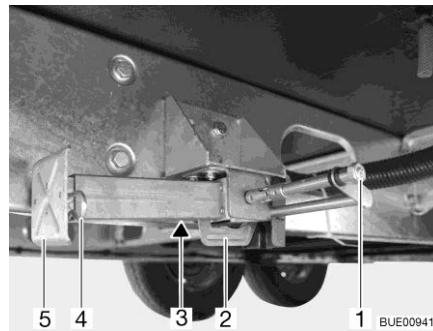

Bild 58 Stödben
- Placera hylsnyckeln på sexkanten (Bild 58,1) och vrid runt den tills stödbenet står rakt neråt.
- När längden på stödbenet kan justeras, dras sprinten (Bild 58,4) ut ur stödbenets förslängning (Bild 58,5).
- Placera hylsnyckeln på sexkanten (Bild 58,1) och vrid runt den tills stödbenet inte längre sitter mot marken.
- Skjut in stödbensförslängningen (Bild 58,5) helt och sätt in sprinten (Bild 58,4) i borrhålet på stödbensförslängningen.
- Vrid sexkanten (Bild 58,1) tills stödbenet svängs uppåt och spåret (Bild 58,2) är helt vid slutet av skåran (Bild 58,3).